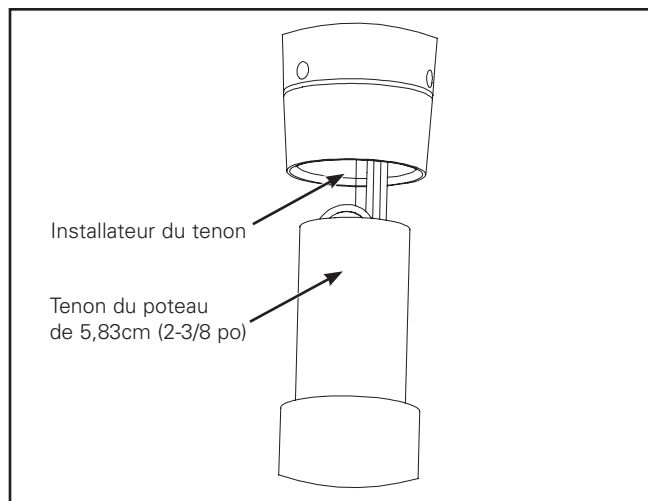

Figure 2.
4. Insérez le luminaire dans le tenon en le faisant glisser. (Figure 2.)